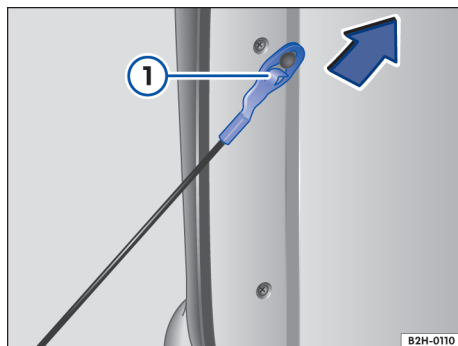

Fig. 52 Desprender os cabos de sustentação da tampa do compartimento de carga.
- Pressionar a tira de proteção no olhal do cabo de sustentação → Fig. 52 ①.
- Puxar o cabo de sustentação ao contrário da direção da seta até o batente → Fig. 52.